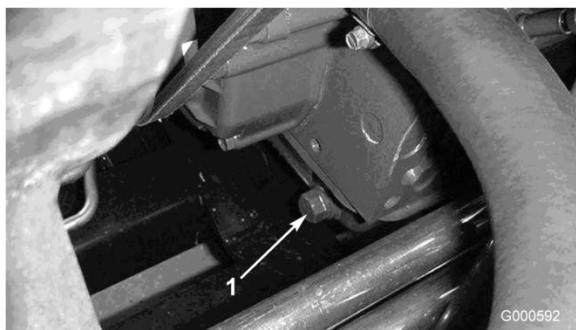

Bild 31
1. Entfernen Sie die hintere Ablassschraube (Bild 31) und lassen das Öl in ein Auffanggefäß ab. Schrauben Sie die Ablassschraube wieder ein, nachdem das Öl abgelaufen ist.